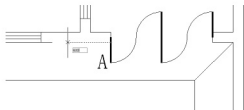

图 2.88 借助 A 点找到多段线的起点
- (1) 将当前图层换为【室外】图层。
- (2) 分别按 F8、F3 和 F11 键打开【正交】、【对象捕捉】和【对象追踪】功能。
- (3) 在命令行输入“P1”后按 Enter 键，启动【多段线】命令。
① 在指定起点：提示下，捕捉如图 2.88 所示的 A 点，但不单击，将光标水平向左慢慢拖动，拖出虚线后，输入“600”并按 Enter 键。利用【对象追踪】功能并借助 A 点，找到了多段线的起点位置，此时应注意看命令行的第 2 行，查看当前线宽。
② 当前线宽为 50.0000，在指定下一个点或 [圆弧(A)/半宽(H)/长度(L)/放弃(U)/宽度(W)]：提示下，输入“W”后按 Enter 键，表示要修改多段线的宽度。
③ 在指定起点宽度 <50.0000>：提示下，输入“0”后按 Enter 键，表示将多段线的起点宽度改为“0”。
④ 在指定端点宽度 <0.0000>：提示下，按 Enter 键执行尖括号内的默认值“0.0000”，表示将多段线的端点宽度也改为“0”。这样就将多段线的宽度由 50mm 改为 0mm。